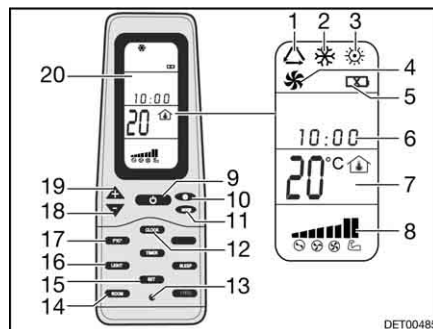

Fig. 195 Mando a distancia
- Pulsar la tecla ON/OFF (Fig. 195,9).
- Pulsar la tecla "Mode" (Fig. 195,11) las veces que sean necesarias hasta que se visualice el modo de funcionamiento deseado (Fig. 195,1, 2, 3 ó 4) en el display (Fig. 195,20).
- Ajustar la temperatura deseada con las teclas "+" (Fig. 195,19) y "-" (Fig. 195,18).
- Seleccionar la etapa deseada del ventilador con la tecla Velocidad del ventilador (Fig. 195,10).
Desconectar: ■ Pulsar la tecla ON/OFF (Fig. 195,9).